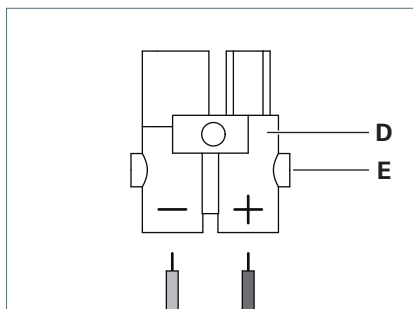

Fig. 4: Affectation des connecteurs.
- Dévissez les deux vis **E** de la fiche **D**, voir Fig. 4.